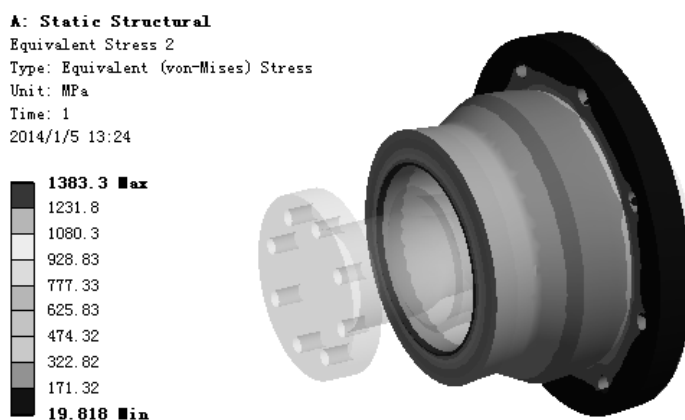

图 9.6.20 应力结果图解 (bush asm)
(4) 查看 bush_asm 零件应力结果图解。在“Outline”窗口中选中 Equivalent Stress 2，查看图 9.6.20 所示的零件 bush_asm 的应力结果，其最小应力为 19.818 MPa，其最大应力为 1388.3 MPa。